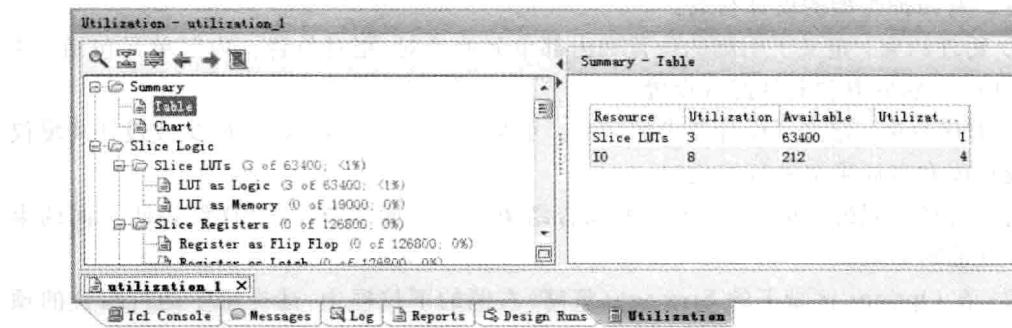

图 2.31 设计利用率报告
(12) 单击 OK 按钮。
(13) 在 Vivado 下方打开 Utilization-utilization\_1 标签窗口。如图 2.31 所示,给出了该设计的资源利用率:
① Slice Logic(切片逻辑)使用了 3 个,总共 64300,利用率 1%;
② IO and GIX Specific(IO 和指定的 GIX)使用了 8 个,总共有 212 个,利用率 4%。